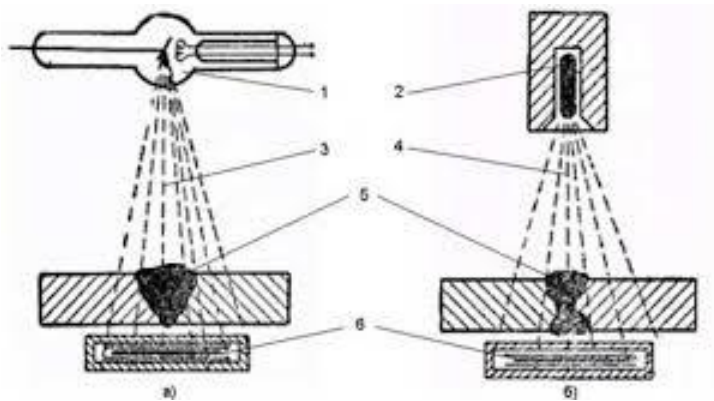

Рис. 1. Схема просвечивания сварных швов рентгеновскими луча
2. Установить соответствие между позициями схемы просвечивания сварных швов рентгеновским и гамма-излучением (рис.1.) и названиями основных элементов